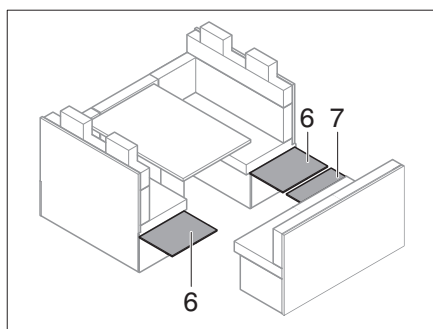

Fig. 216 Apertura delle pareti laterali
- Aprire le pareti laterali del cassone del letto (Fig. 216,6) e la parete anteriore del cassone del letto (Fig. 216,7).